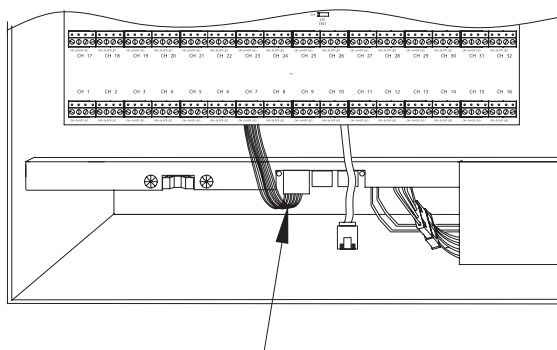

Figura 7. Conexión de alimentación de RSC
3. Conecte el cable de alimentación (conector de plástico blanco con seis cables sujetos) que sale de la parte superior del panel lógico CKT en la Tarjeta del Controlador del bloque de relé (RSC, por su sigla en inglés), ubicada en la parte inferior del alojamiento. Esta conexión debe realizarse con el terminal que está más a la izquierda en el RSC. Consulte la Figura 7 a continuación. La pantalla del controlador se debe encender y mostrar la PANTALLA PRINCIPAL.